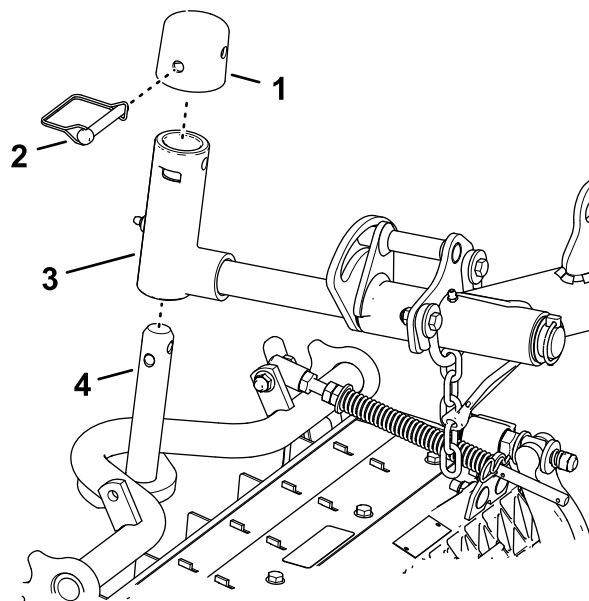

図 24
1. カッティングユニットを昇降アームの下に置く^{図 24}。
斜面を刈り込む時はカッティングユニットのピボットをロックしてください斜面横切るように刈り込む時はカッティングユニットが谷側に滑るのを防止するためにピボットをロックしてください。昇降アームのピボットシャフトの穴 図 24 を使ってカッティングユニットをロックする。カッティングユニットをステアリングする場合はスロットを使用して行います。